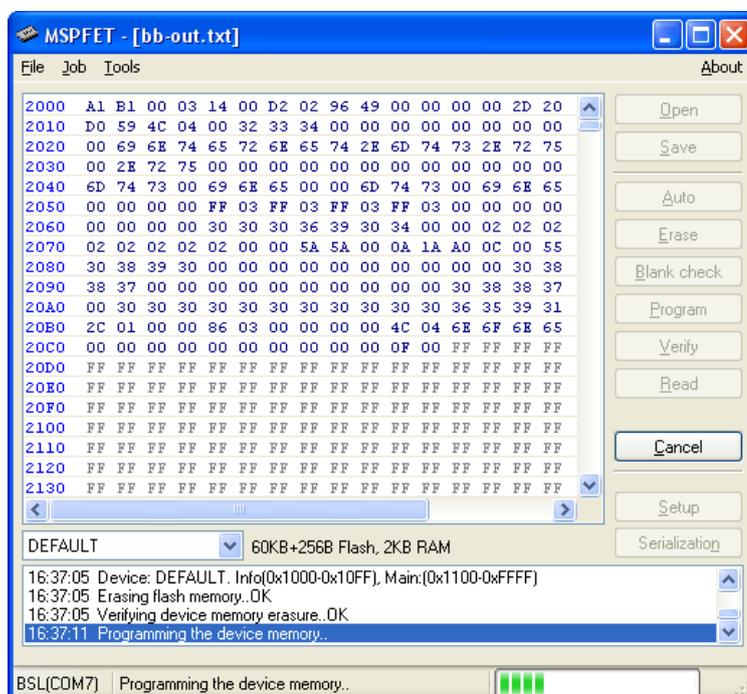

Рисунок 8 - Процесс программирования
3.5.4 После ввода параметров нажимаем кнопку «Program», расположенную в окне программы, в результате чего запускается программа «MspFet» и начинается процесс прошивки, рисунок 8.